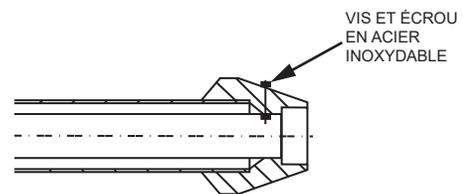

Figure 32. Pose du chapeau pare-pluie
- Coller le raccord concentrique en Y sur le tuyau de grand diamètre du nécessaire. Voir **Figure 32**.
- Coller le chapeau pare-pluie sur le tuyau de petit diamètre du nécessaire. Voir **Figure 32**.
Remarque : Plutôt que de coller le petit tuyau au chapeau pare-pluie, une vis en acier inoxydable peut être utilisée pour attacher les deux pièces l'une à l'autre si la possibilité de démontage est souhaitée pour le nettoyage. Voir **Figure 32**. Trouver le creux pour la vis sur l'extérieur du chapeau pare-pluie; à cet endroit, percer un trou de 3/16 po dans le chapeau et la paroi du tuyau intérieur perpendiculairement au tuyau intérieur et **NON** à l'extérieur du chapeau; enfilez la vis et serrez l'écrou sans forcer.
Remarque : Plutôt que de coller le petit tuyau au chapeau pare-pluie, une vis en acier inoxydable (non fournie) peut être utilisée pour attacher les deux pièces l'une à l'autre si la possibilité de démontage est souhaitée pour le nettoyage. Voir **Figure 32** (page 34).